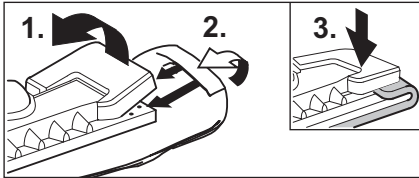

Abb. 12: Aufziehen des Wischlappens
- Befestigen Sie den Wischlappen (H3) an der Bodendüse (H1). Falten Sie dazu den Wischlappen längs zusammen und stellen Sie die Bodendüse darauf. Ziehen Sie nacheinander die überstehenden Enden des Wischlappens unter die Halteklammern (H2) (siehe Abb. 12).